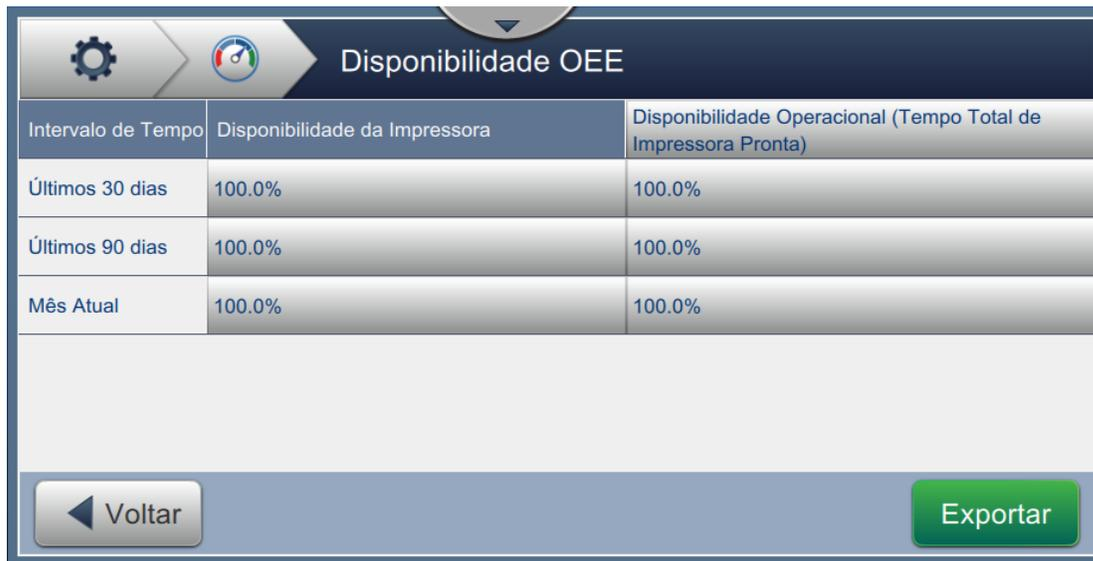

Figura 6-38: Desempenho – Disponibilidade OEE
2. Dados de Disponibilidade da impressora e Disponibilidade operacional são exibidos juntamente com o cronograma do tempo total da impressora, como mostra a Figura 6-38.